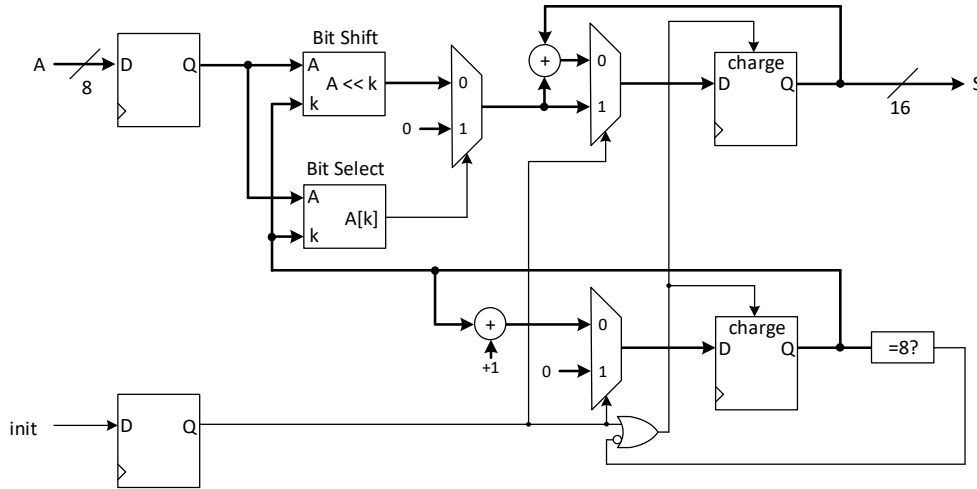

Figure 5 Chemin de données de l'unité carré.
Considérez le chemin des données de l'unité carré illustrée à la Figure 5. Ce chemin des données permet le calcul du carré d'un entier non signé A donné en entrée.
a) (2 point) Identifiez le chemin critique et donnez la fréquence maximale de l'horloge du circuit de la Figure 5.